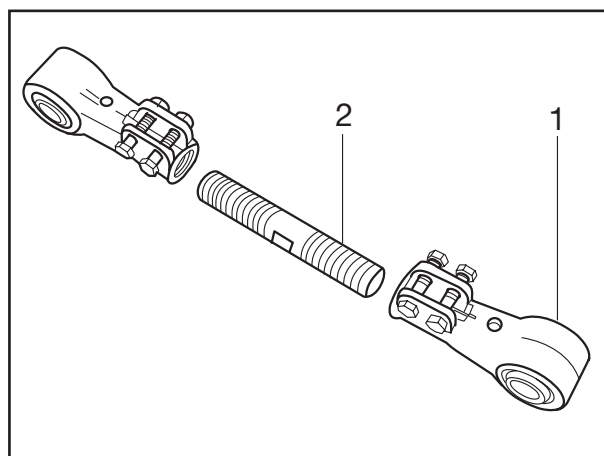

Рис. 15
- [26] Ослабить болты наконечников тяги (рис. 15/1) и проверить винт регулирования (рис. 15/2) соединительной тяги на свободу хода. При необходимости снять винт регулирования, тщательно очистить его и смазать резьбу специальной долговременной смазкой BPW ECO-Li 91.